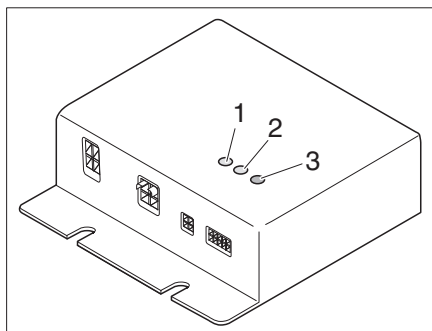

Bild 332 Reglerdon
Reglerdonet (Bild 332) finns i klädskalet. Kontrolllamporna på reglerdonet har följande betydelse:
- Kontroll-LED (Bild 332,1) VK1 lyser grönt: värmekrets 1 är i drift
- Kontroll-LED (Bild 332,2) VK2 lyser grönt: värmekrets 2 är i drift
- Fel-LED (Bild 332,3)